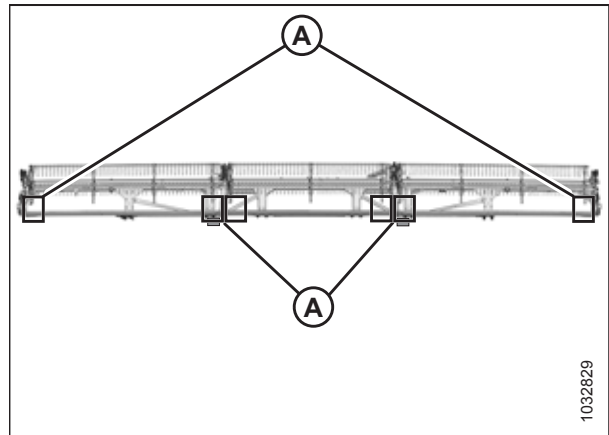

Figura 5.274: Locais de medição FlexDraper® – molinete triplo
- Figura 5.274, página 578 – molinete triplo